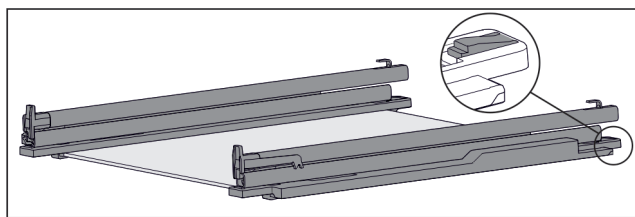

Fig. 222 Glasplatte mit Schienen und Halteteilen
- Halteteil hinten herunterdrücken (siehe Fig. 222) und gleichzeitig Schiene nach hinten schieben.